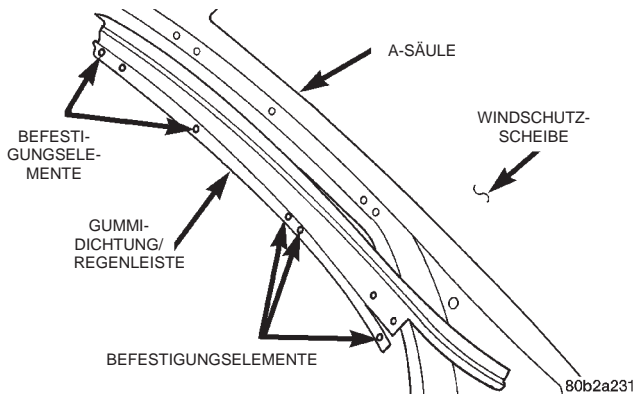

Abb. 25 Gummidichtung/Regenleiste
(2) Befestigungselemente lösen, mit denen die Gummidichtung der Regenleiste an der Karosserie und der Kotflügelspitze befestigt ist (Abb. 25).
(3) Gummidichtung der Regenleiste vom Fahrzeug abnehmen.